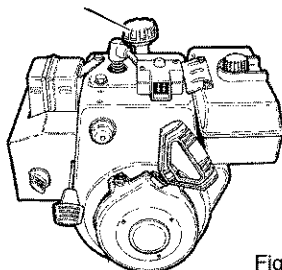

Figura 50
Revise el nivel de aceite en el cárter del motor antes de encenderlo y después de cada cinco (5) horas de uso continuo. Figura 50. Agregue aceite de motor S.A.E. 5W30 a medida que sea necesario. Apriete la tapa/varilla indicadora en forma segura cada vez que revise el nivel del aceite.